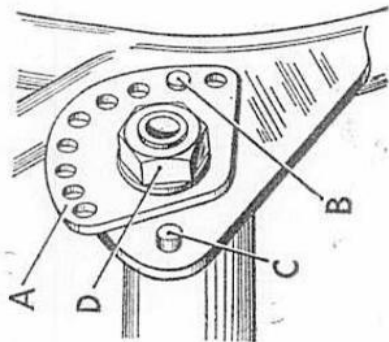

Fig. 21.
Avant d'effectuer tout réglage, desserrer le régulateur de tige de frein à la roue arrière, ainsi que les deux pivots d'ensemble amortisseur, pour permettre le libre mouvement de l'ensemble de bras oscillant et de la roue. Les tendeurs de chaîne sont situés au pivot de bras oscillant (Fig. 21) et comprennent des secteurs (A) — un de chaque côté — percés de trous localisés à différents rayons par rapport au pivot. Desserrer l'écrou de fixation (D), dégager les secteurs de leurs chevilles de retenue (B) et tirer le bras oscillant vers l'arrière jusqu'à ce qu'un nouveau trou coïncide avec la cheville de retenue du bâti après que l'on ait fait tourner le secteur. Il convient de sélectionner des trous correspondants pour les deux côtés de la machine. Serrer alors l'écrou de fixation et les pivots d'ensemble amortisseur. Refaire le réglage du frein.